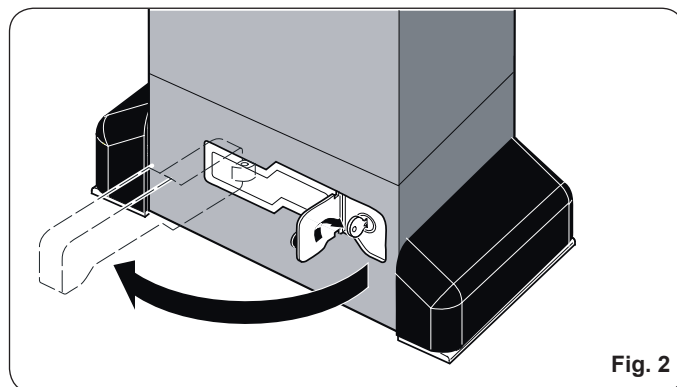

Fig. 2
2. Rodar a chave no sentido horário e puxar a alavanca de desbloqueio, como indicado na Fig. 2.